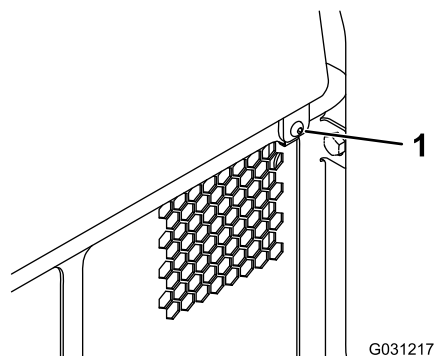

Figure 34
1. Retirez la fixation (Figure 34).
2. Soulevez le couvercle d'accès arrière pour accéder aux composants internes (Figure 34).